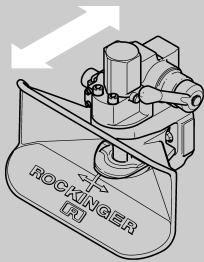

fig. 9
- Essayez de déplacer, dans le sens de la marche, la tête d'attelage (pas le pavillon) en position dételée (voir fig. 9).